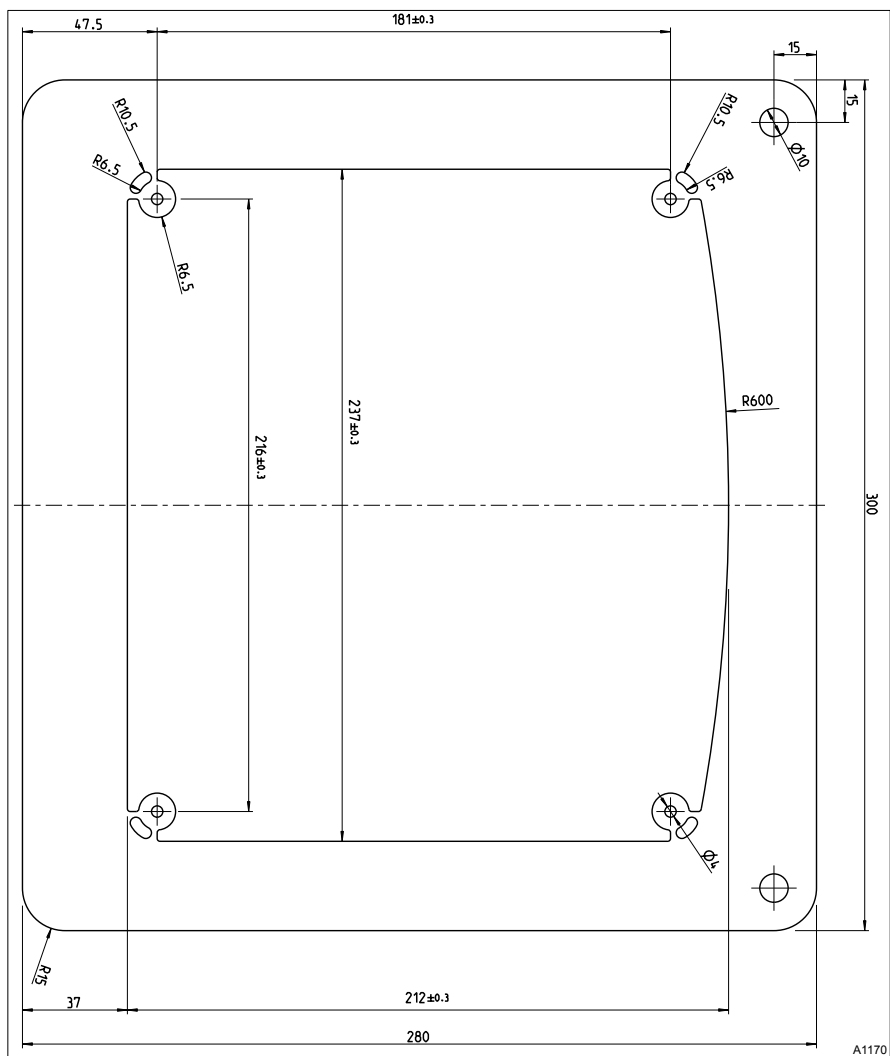

Рис. 11: Чертеж не соответствует масштабу и в рамках настоящего руководства по эксплуатации не подлежит изменениям. Чертеж служит только для информирования.
- Используйте размеры согласно Рис. 11 и нанесите их на распределительный щит.